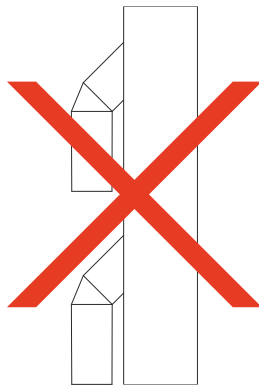
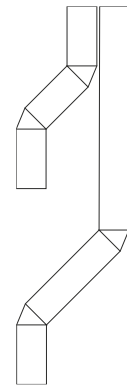

Figura 4
Figura 5
- La fuoriuscita di fumo non deve essere condivisa, vedi *figura 4*. Si deve separare lungo tutta la longitudine e mantenere il proprio tiraggio indipendente, vedi *figura 5*.